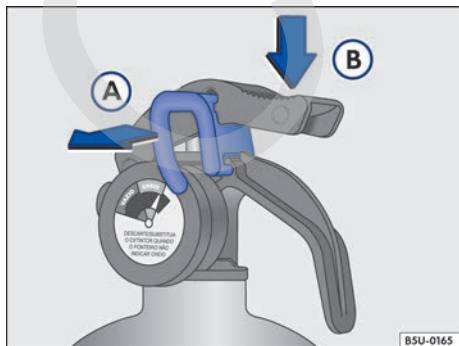

Fig. 147 Secuencia de uso del extintor.
- Tire de la traba → fig. 147 (A) para romper el lacre.
- Apriete el gatillo → fig. 147 (B) y esparsa el polvo.